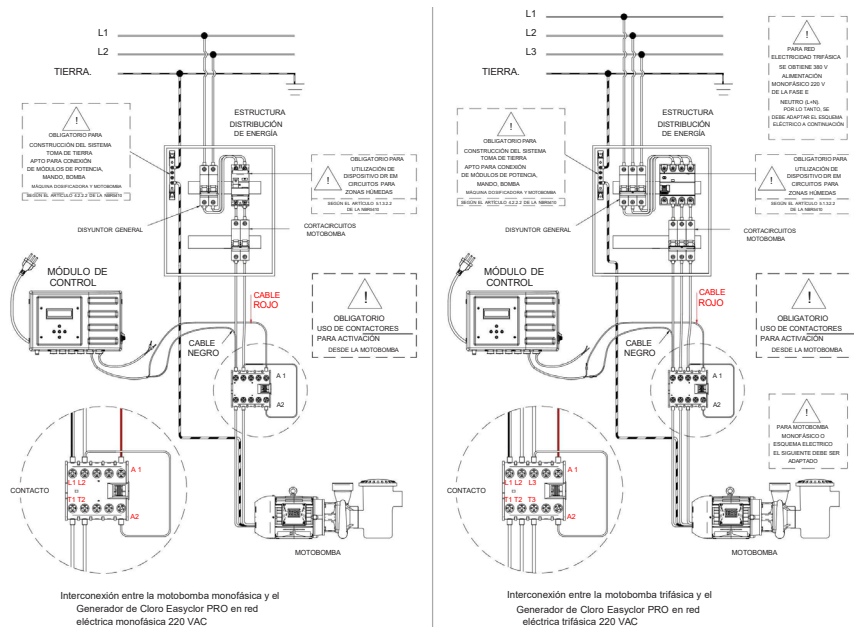

Figura 15
- El Generador de Cloro **EASYCLOR PRO** dispone de un control interno para la motobomba y la bomba dosificadora, automatizando su piscina, asegurando ocio, comodidad y practicidad. Para instalar la motobomba controlada por el Generador de Cloro, identifique los cables **negro y rojo** con el anillo "A" en su módulo de control. El **cable negro** debe ser alimentado por una fase de la red eléctrica y el **cable rojo** debe ser conectado directamente al contactor de la motobomba, según como se muestra en el esquema de conexión de la figura 15. Para ejemplificar, el Generador de Cloro funciona como un interruptor, encendiendo y apagando el contactor de la motobomba en la hora deseada.